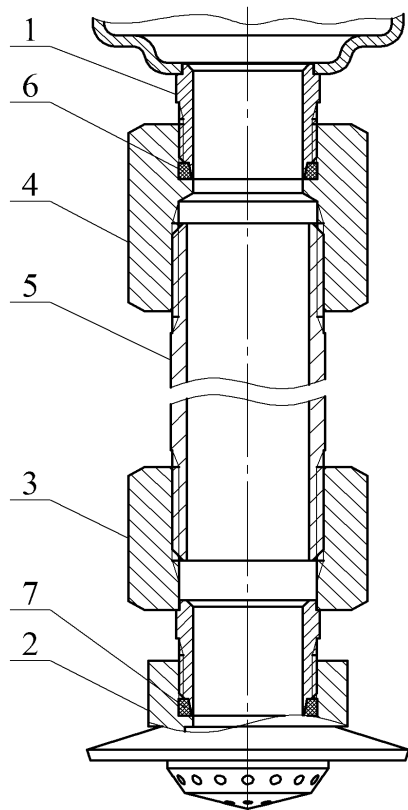

Рисунок 3
ж) по заявке Потребителя (см. рисунок 3):
4.1.3 Для вывода насадка-распылителя в свободную зону через подвесной потолок типа Грильято, Армстронг и т.п. или его перемещения в рабочую зону эффективного пожаротушения при монтаже МУПТВ на потолочном перекрытии высотой более 6 м модуль может быть дополнительно укомплектован удлинителем, соединяющим выпускную горловину МУПТВ **1** с насадком-распылителем **2** (см. рисунок 3).
6.7 При монтаже насадка-распылителя через удлинитель (см. рисунок 3) провести следующие работы. Собрать удлинитель согласно рисунку 3. Перед сборкой на наружные резьбы трубы **5** нанести герметик, например, ТЕКАСИЛ NEUTRAL PROFI, после чего накрутить до упора переходники **3**, **4**. В зарезьбовые участки отверстий насадка-распылителя **2** и переходника **4** установить резиновые кольца **6**, **7**. На наружную резьбу переходника **3** накрутить до упора насадок-распылитель **2**. Соединить удлинитель через резьбовое соединение с выпускной горловиной МУПТВ **1**. При монтаже необходимо обеспечить перпендикулярное направление оси удлинителя относительно горизонтальной плоскости.